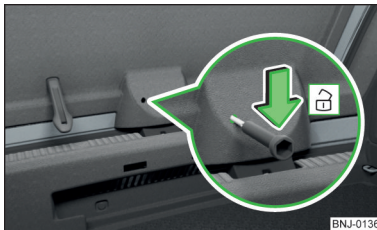

Abb. 275
- › In die Öffnung in der Klappenverkleidung » Abb. 275 einen Schraubendreher oder ein ähnliches Werkzeug bis zum Anschlag einführen.